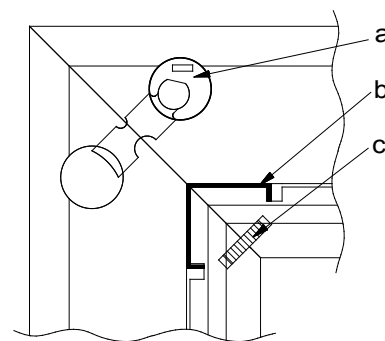

BILD 1
- Stecken Sie den Excenter in die Ausfräsung und drehen Sie den Spannbügel mit einem Schraubenzieher fest (Bild 1).